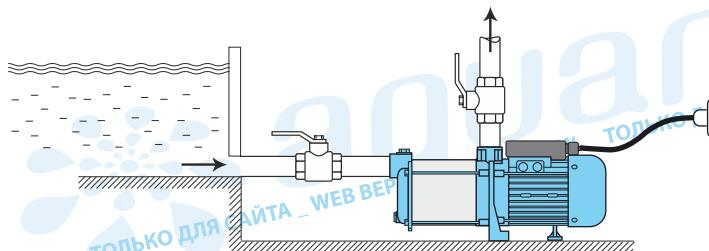

рис. 2
- Повышение давления воды, поступающей в насос самотеком (из магистрального водопровода или емкости, расположенной выше уровня установки насоса). Рис.2**